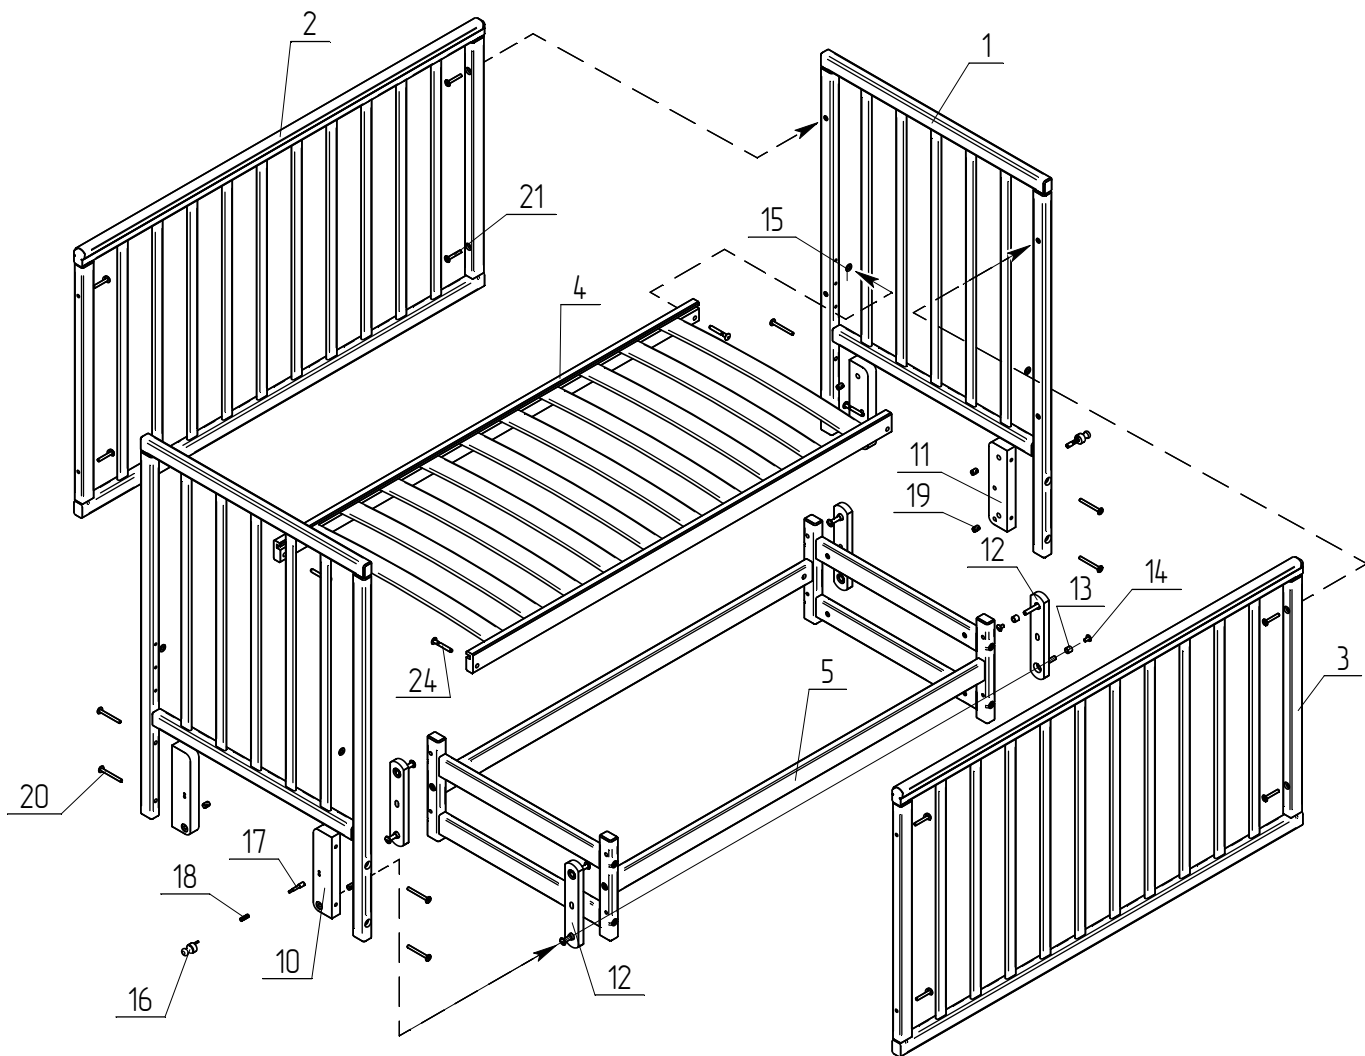

Рис.2
- Сборка кровати с поперечным качанием (рис. 2).**
- 2.1.** Между спинок (1) установить ограждение неподвижное (2) на винты (21),но не затягивать до конца.Установить ложе (4) к спинкам (1) в одно из трех положений на винт-конфирмат (24).Между спинкой и брусками ложа установить шайбы (15).Установить ограждение со съёмными стойками (3) на винты (21).Затянуть все соединения.
- 3.1.** Установить подвески (12) более длинной осью в нижние отверстия ножек спинок (1). Другую ось соединить с кронштейном левым (10) в соответствии с рисунком 3.Остальные оси крепить аналогично.Кронштейны на остальные ножки спинок чередовать – правая – левая. Установить замки(рис.2б).
Рис.2а
Рис.2б